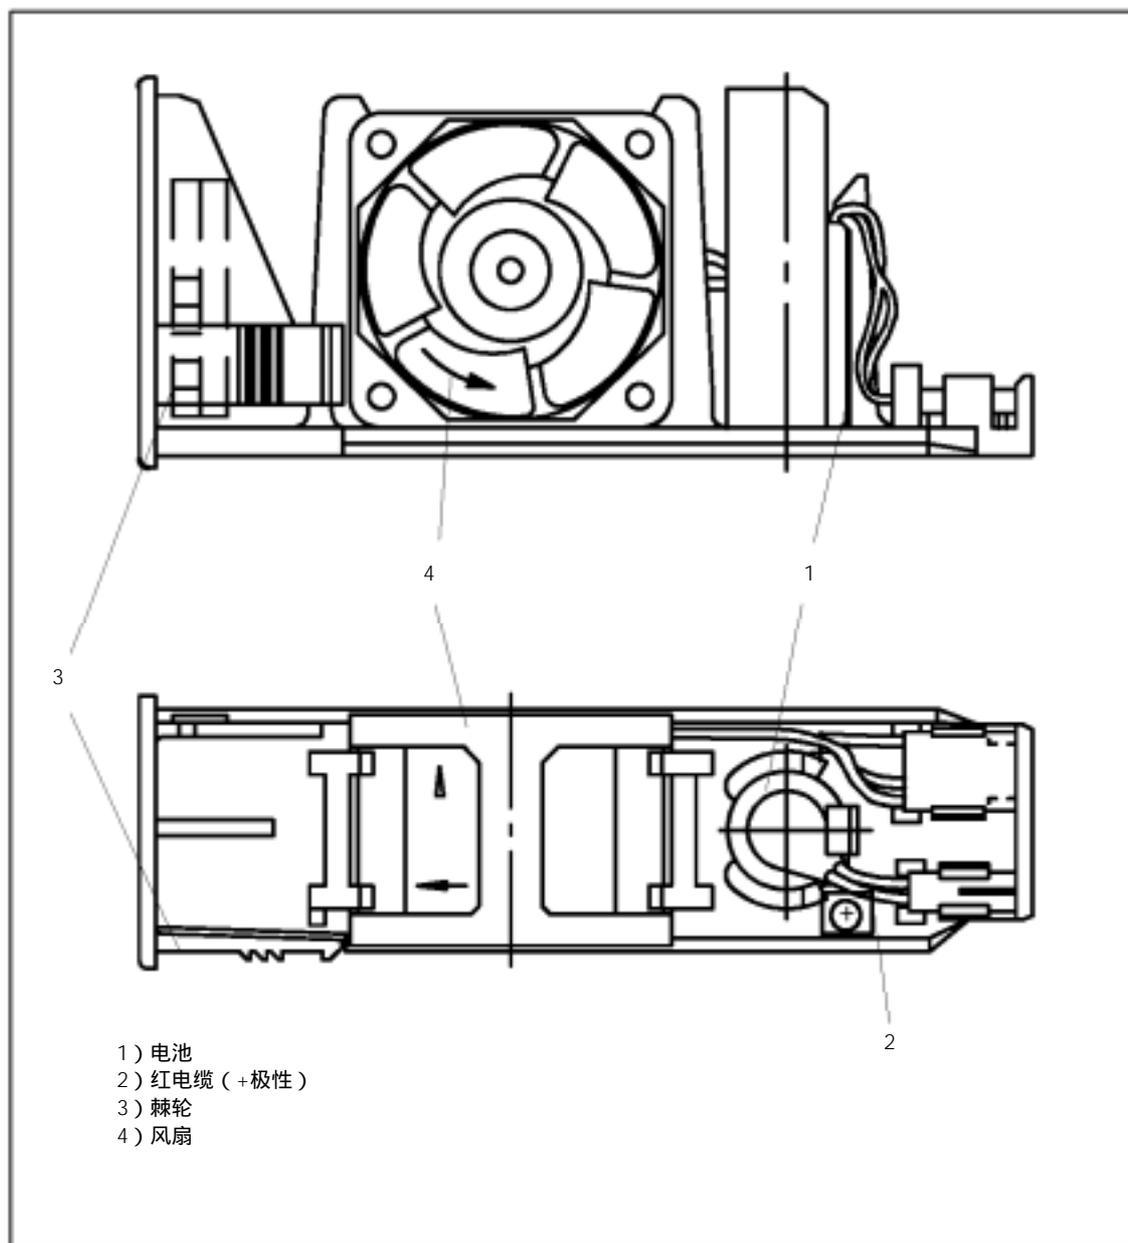

图 8-1 电池/风扇插件块
2. 取出插件块。在插件块下有一个棘轮（3），参见图 8-1。把棘轮（3）向上压，同时向前拔出插件块。